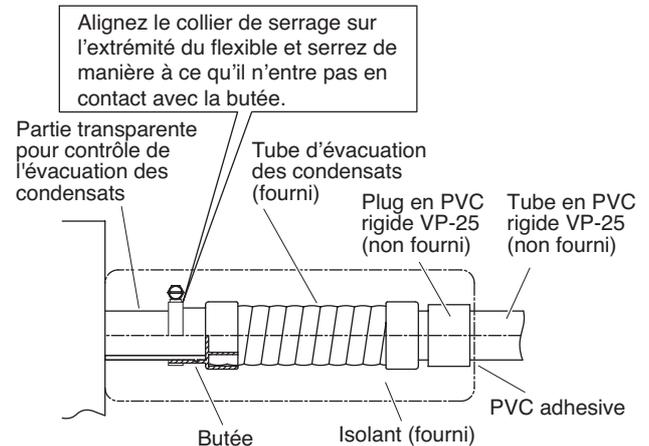

Fig. 3-63
- (1) Préparez un tube en PVC rigide standard (diamètre extérieur 32 mm) pour l'évacuation et utilisez le collier de serrage fourni afin d'éviter les fuites d'eau. Le tube en PVC est vendu séparément. La partie évacuation transparente de l'unité vous permet de contrôler l'écoulement des condensats. (Fig. 3-63)
- **Serrez les colliers du tube de manière à ce que leurs écrous de blocage soient orientés vers le haut. (Fig. 3-63)**